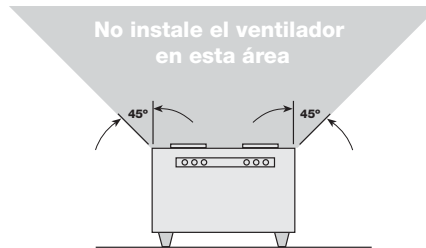

Figura 9 — Lugar de Montaje en 45°
- No se recomienda usar estos ventiladores para aplicaciones de escape en cocinas. Están diseñados principalmente sólo para aplicaciones de aire limpio a baja temperatura. La Figura 9 muestra la distancia mínima en la que se deben colocar estos ventiladores en relación con el equipo de cocina.
1. Para obtener el mejor rendimiento, elija una ubicación con el tramo de conducto más corto posible y con el menor número de codos. No lo monte la rejilla de admisión cerca de equipos de cocina, como se muestra en la Figura 9.